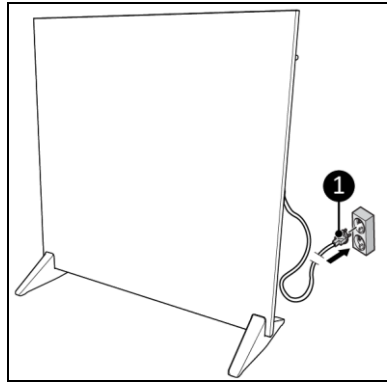

Abbildung 11
2. Stecken Sie den Netzstecker (Abbildung 11, Pos. 1) in eine leicht zugängliche geerdete Steckdose. Verwenden Sie eine geerdete Steckdose mit einer Mindestleistung von 500 Watt.
1. Ziehen Sie den Netzstecker aus der Steckdose (Abbildung 11).